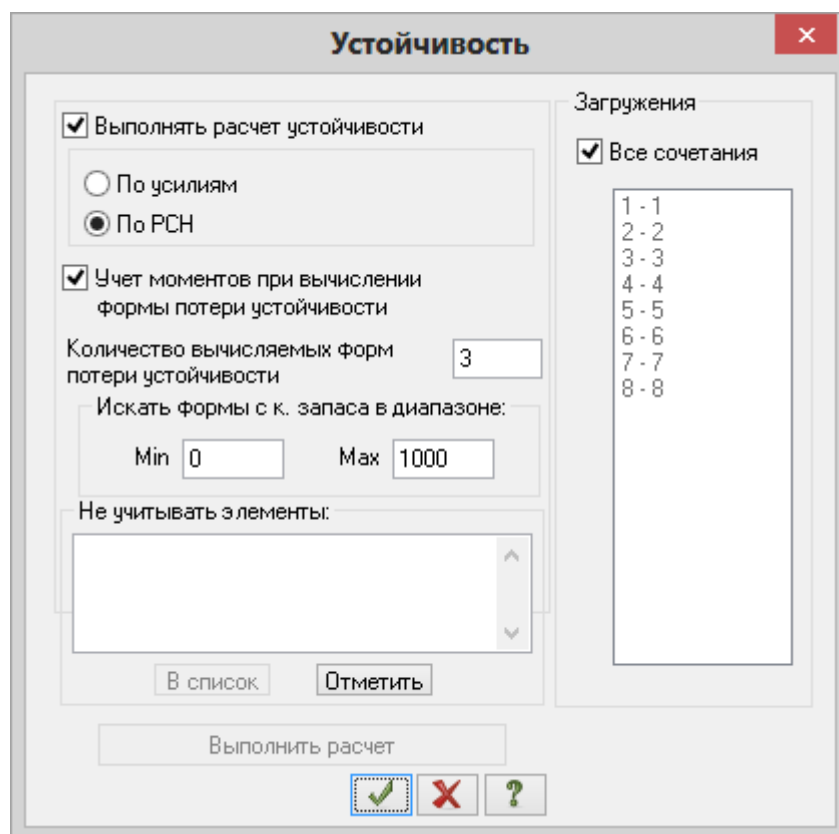

Рис.3.30. Диалоговое окно **Устойчивость**
- Для выполнения расчета рамы на устойчивость от сочетаний РСН, вызовите диалоговое окно **Устойчивость** (рис.3.30) щелчком по кнопке  – Устойчивость (панель **Доп. расчеты** на вкладке **Расчет**).